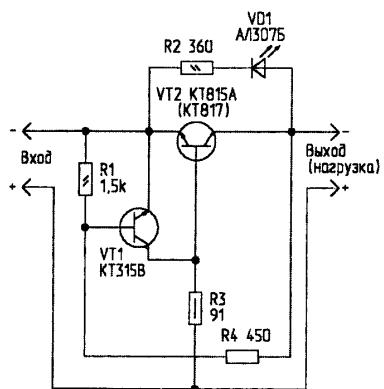

рис.7
**Электронный предохранитель для защиты источников питания** разработал **Н.Сыч** ("РЛ" 6/99, стр.24). Схема (рис.7) работает следующим образом. Когда ток нагрузки не превышает заранее установленного тока срабатывания, транзистор VT2 открыт, и падение напряжения на нем минимально. При увеличении тока нагрузки свыше заданного, увеличивается падение напряжения на транзисторе VT2, в связи с чем увеличивается напряжение, поступающее через R4 на базу VT1. Транзистор VT1 начинает открываться. Процесс происходит лавинообразно, благодаря наличию положительной обрат-